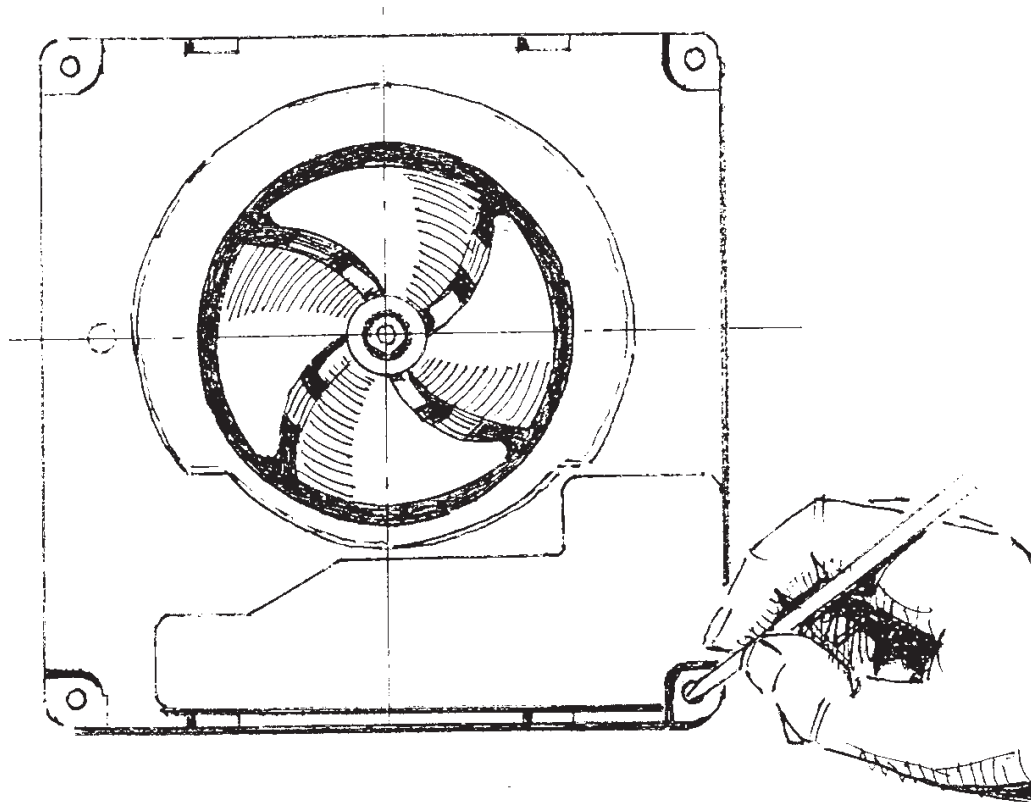

Abb. 10
2. Den Lüfter an die Wand anzulegen und, die Montageöffnungen zu markieren (Abb. 10).